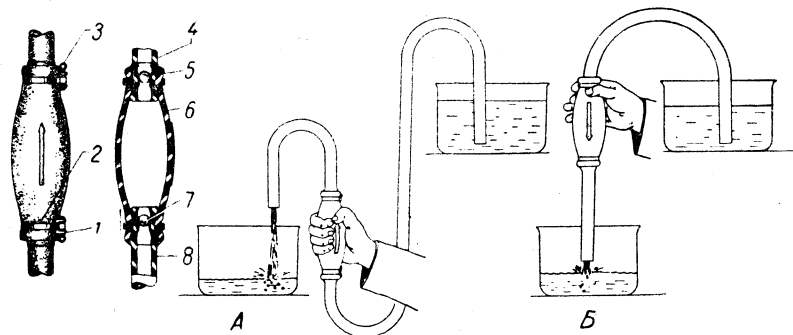

Рис. 8. Приспособление для переливания бензина.
Для переливания или перекачивания бензина с помощью приспособления (рис. 8):
2. Приведите приспособление в действие нажатием баллона рукой и отпуская его (рис. 8А).
3. Как только бензин потечет, переверните баллон острием стрелки вниз. Нажатия на баллон прекратите, и бензин потечет самотеком (рис. 8Б).